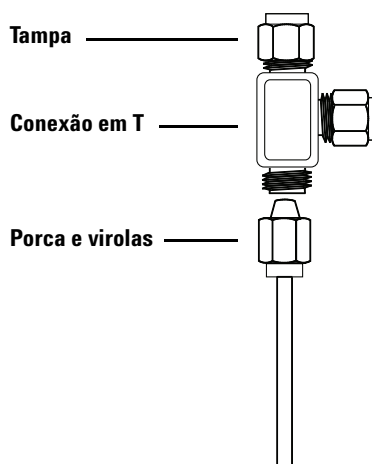

Figura 15 T Swagelok
- 1 Corte a tubulação onde quiser instalar o T. Conecte a tubulação e o T com uma conexão Swagelok. Consulte a Figura 15.